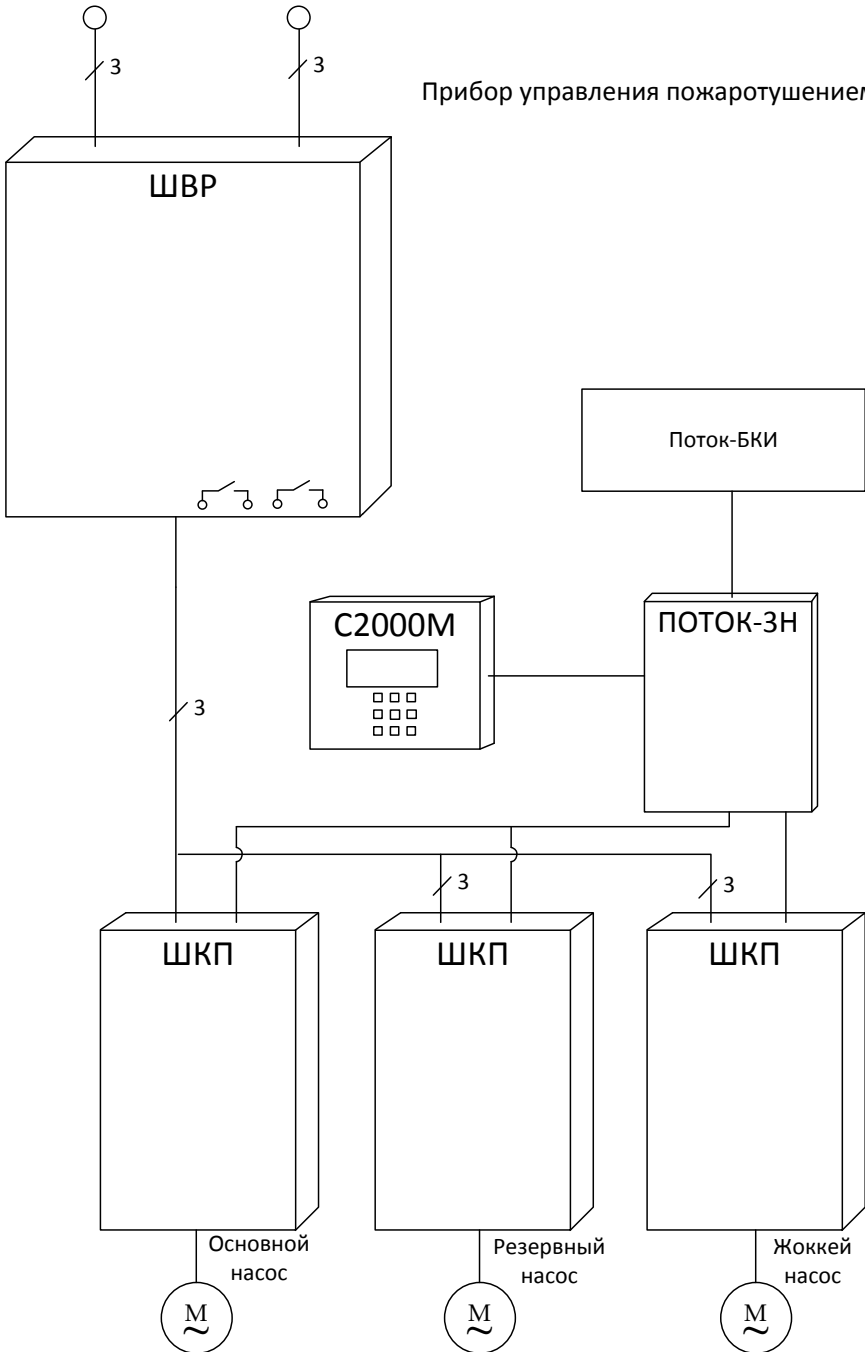

Рисунок 1. Схема питания ШКП в составе ППУ.
1.2.1 Питание ШКП и ППУ осуществляется от источника трёхфазной сети переменного тока 380 В. через шкаф ввода резерва «ШВР-110» (см. рис. 1), который имеет два ввода. «ШВР-110» обеспечивает автоматическое переключение с основного ввода на резервный при пропадании на основном вводе, и обратно.